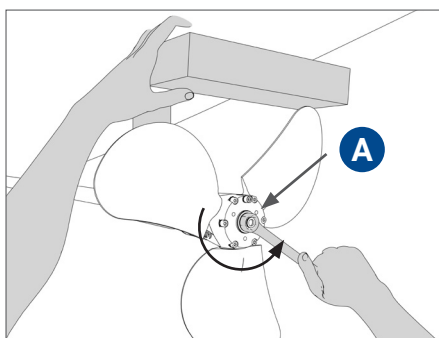

FIG. 35 | Dévisser l'écrou de serrage "A"
- S'assurer que l'arbre d'hélice ne puisse pas tourner en engageant la vitesse avec le moteur arrêté ou en bloquant l'arbre d'une autre manière. Pour éviter de plier les pales de l'hélice lors du dévissage, faire attention de tourner les pales en position de poussée (et non pas en drapeau), et bloquer la rotation avec une cale en bois entre la pale et la coque. (Fig. 35).
- Dévisser l'écrou de serrage **A** dans le sens anti-horaire (Fig. 35) ; durant le dévissage, l'hélice sera automatiquement extraite du cône de l'arbre d'hélice ou de l'arbre Sail-Drive.